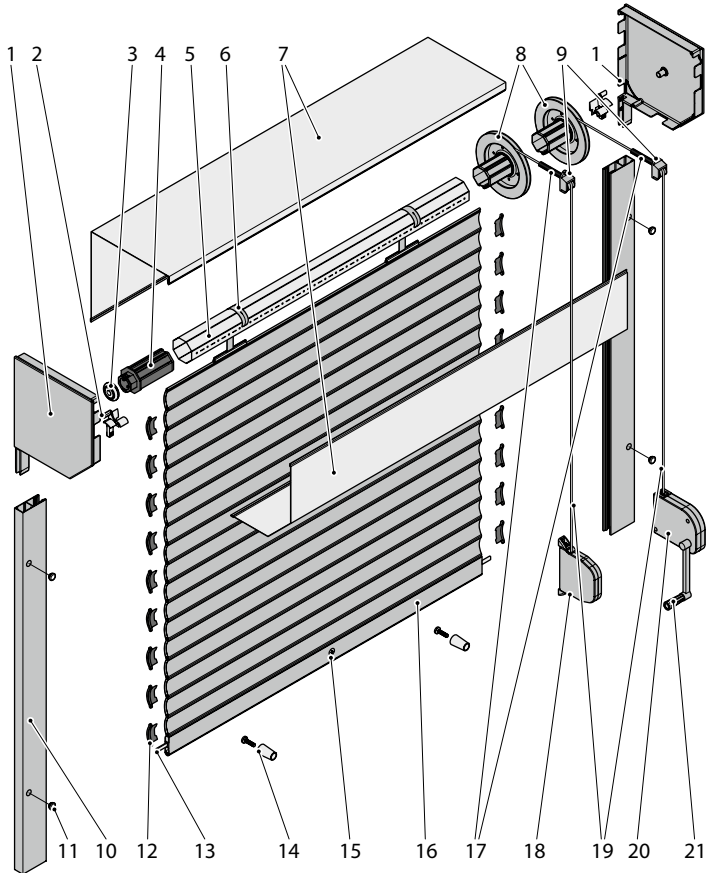

Рис. 4. Комплектация роллет с шнуровым приводом
- инерционный (рис. 4 п. 18);
- редукторный (рис. 4 п. 20).